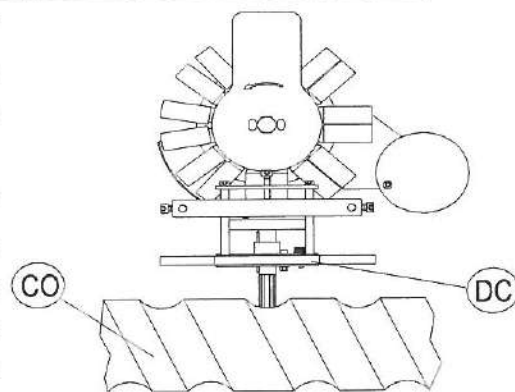

Figure 4
*** N.B. si vous programmez des valeurs en hauteur inférieures à 241 mm, toujours vérifier que le dispositif de centrage du goulot DC de la bouteille ne heurte pas la vis d'Archimède CO (figure 4).**